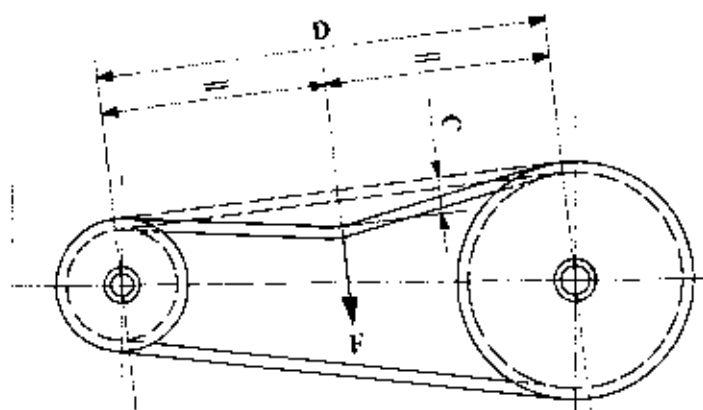

Fig. 7
- 2) misurare la lunghezza del tratto libero di cinghia "D" (Fig. 7);
- 3) applicare al centro del tratto libero una forza "F", compresa nei valori indicati dalla tabella della Fig. 7, funzione della sezione di cinghia montata (vedi "SCHEDA TECNICA");
- 3) dopo un breve funzionamento (12-24 ore), ricontrollare la tensione e portarla nei valori stabiliti dalla tabella di Fig. 7.